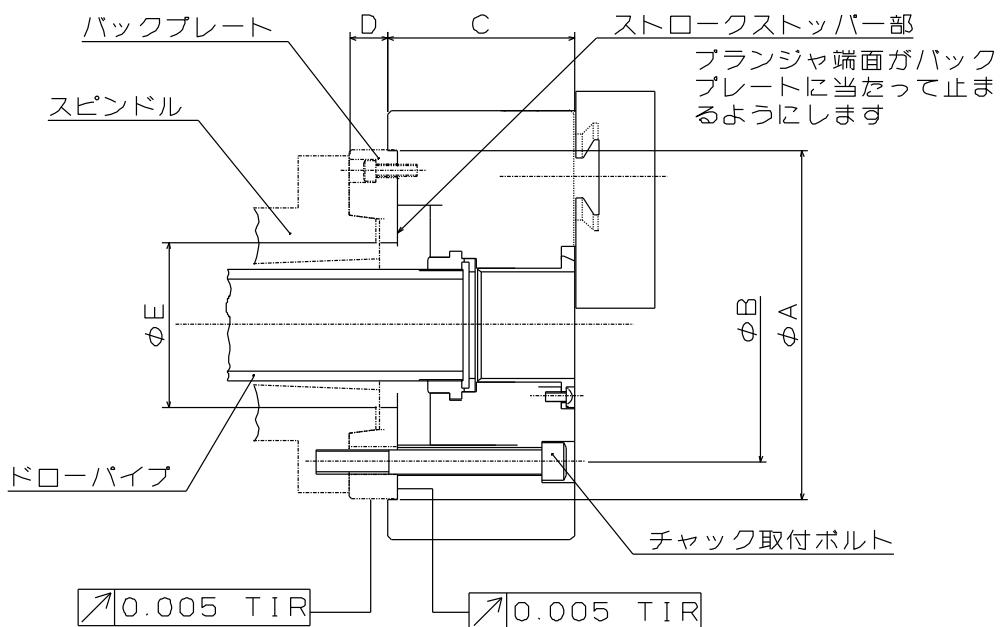

図 19
- 図 19 は JIS ショートテーパ規格の場合である。
- バックプレートはプランジャナットを引いた際に、プランジャナット端面がバックプレートに当たって止まるような寸法(図 19 の寸法 ϕE)とすること。ストロークが規定よりも大きくなると、チャックの破損や把握不良の原因となる。